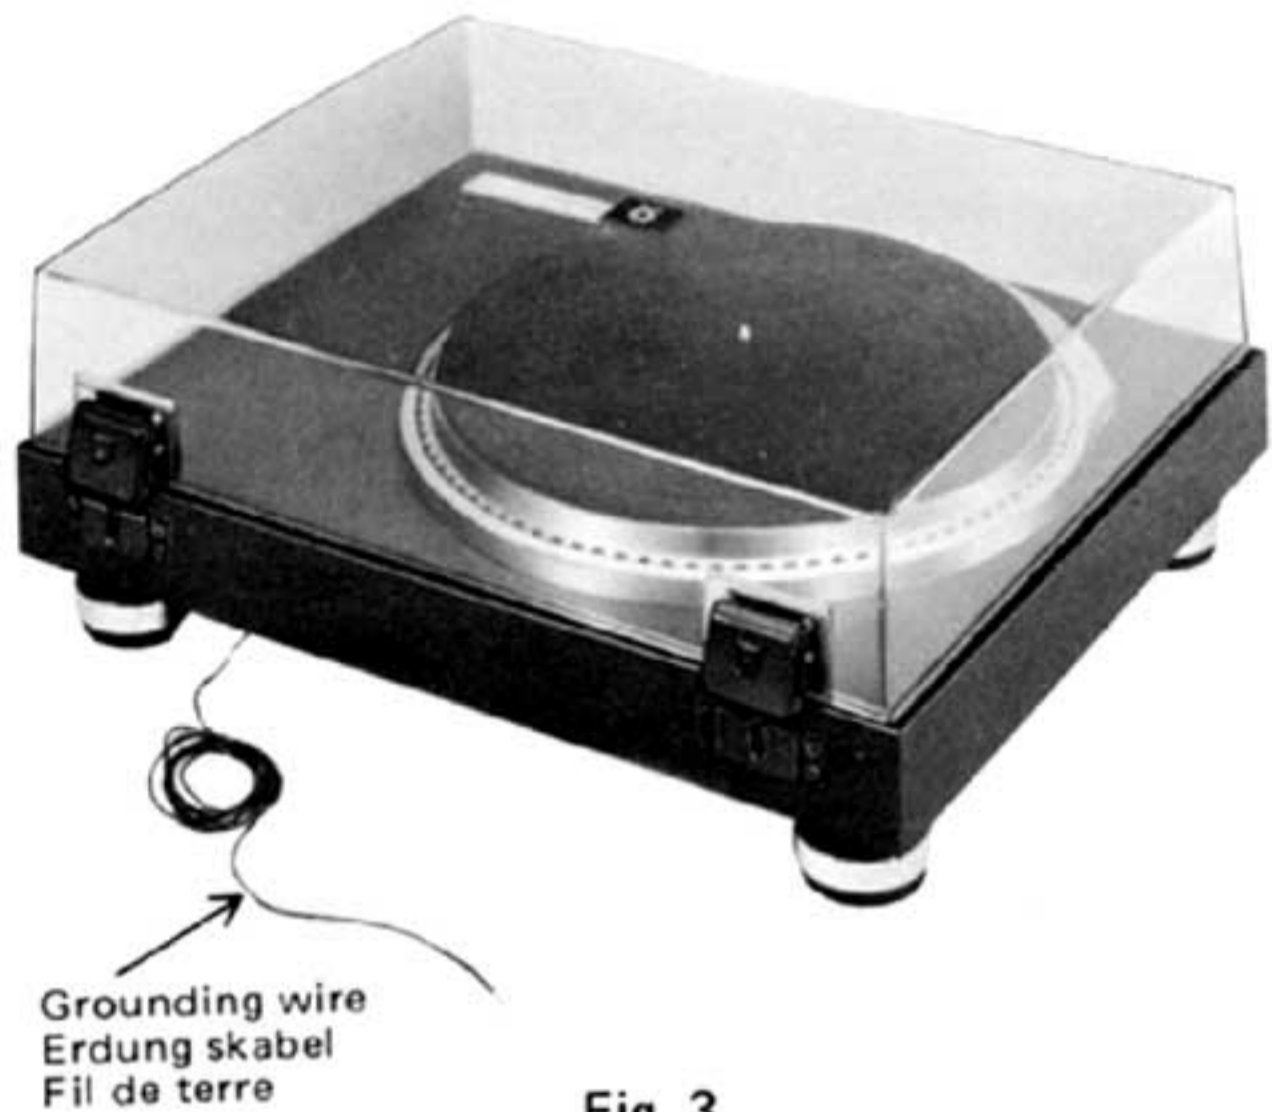

Fig. 3
■ **Grounding (Fig. 3)**
■ Erdung (Abb. 3)
■ Terre (Fig. 3)